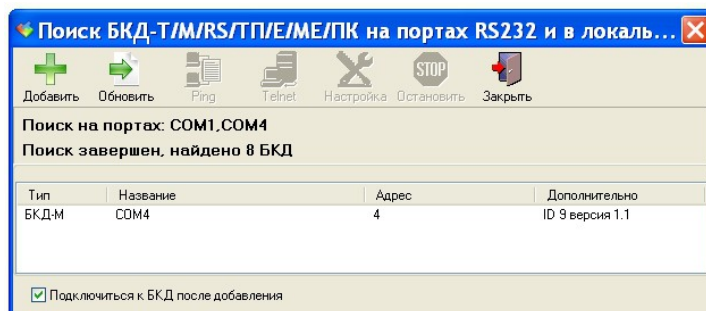

Рисунок 6 - Список найденных мастер-устройств
5) Подключиться к найденному USB-433 (виртуальному БКД-М) кнопкой «Добавить»  (рисунок 6).